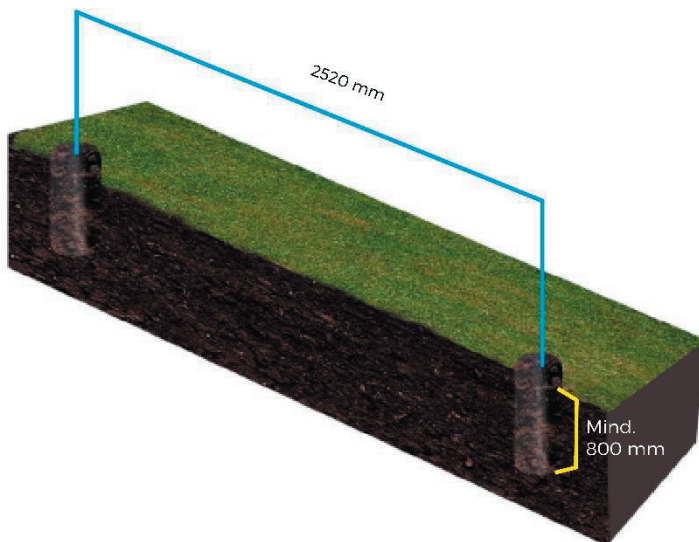

Abbildung 4: Vorbereitung des Bodens
1. Für das Einbetonieren der Pfosten zwei Vertiefungen im Abstand von 2520 mm und einer Tiefe von mind. 800 mm im Erdboden ausheben (Frosttiefe). Siehe *Abbildung 4*.